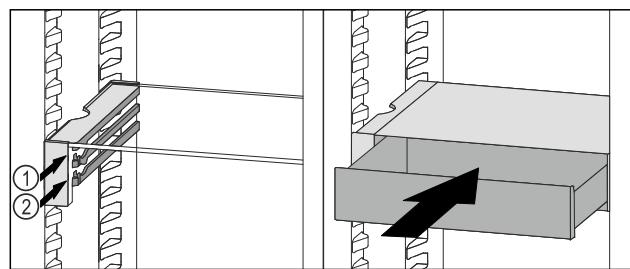

Fig. 106
- Установите выдвижной ящик VarioSafe за стопоры на требуемый выступ Fig. 106 (1) или Fig. 106 (2).